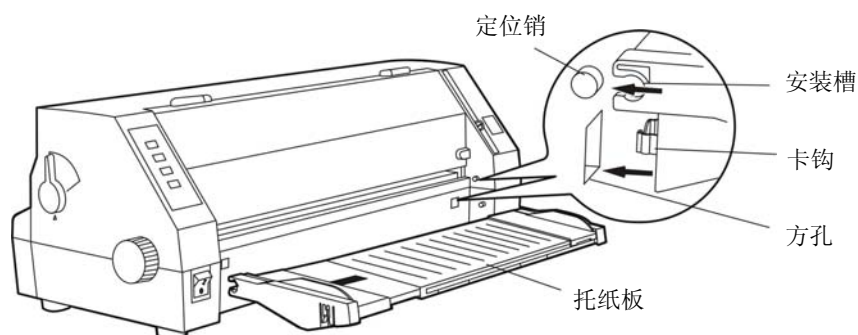

图 2-6 安装托纸板
1. 双手握住托纸板两侧，前端斜向下约 30 度角，将托纸板两侧的安装槽对准上壳的定位销，然后将托纸板一侧推压到位，再将另一侧推压到位。（如图 2-6 所示）。